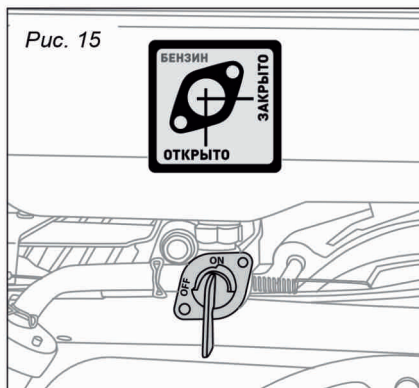

Рис. 15
- Поверните топливный кран в по- ложение «ОТКРЫТО» (рис. 15).